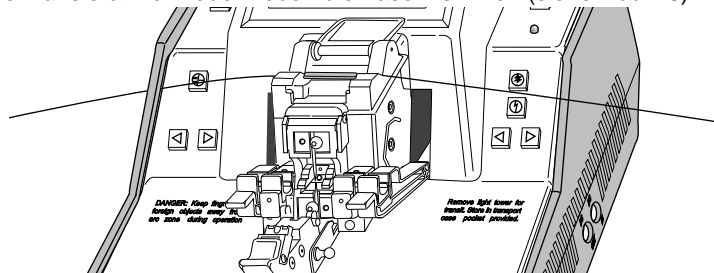

Abbildung 46
f) Lösen Sie die Transferarmklemmen von der Faser, und positionieren Sie die Transferarme wieder neben die Faserklemmen (siehe Abb. 46).